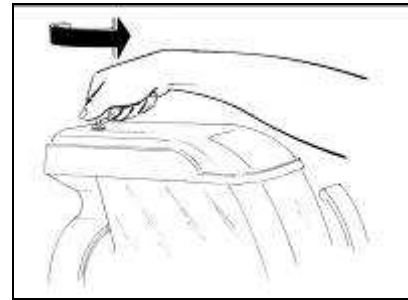

Abb. 10
- Öffnen Sie die Sperre mit dem beiliegenden Schlüssel (Abb. 10). Nehmen Sie zunächst den Hauptdeckel und anschließend den unteren Deckel ab (vgl. Abb. 11).